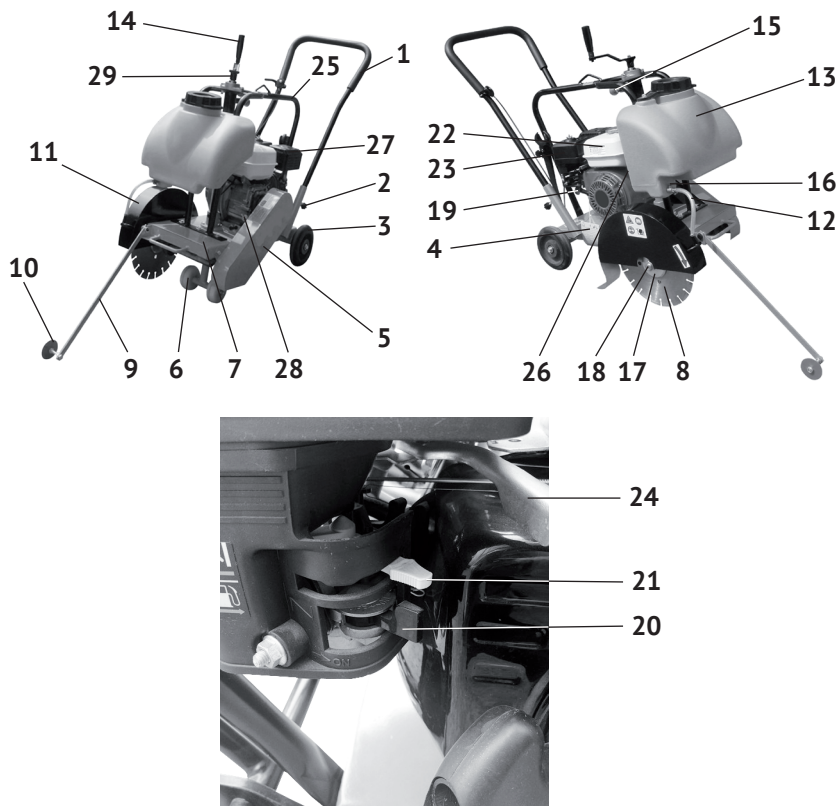

рис.1
4.1 Общий вид швонарезчика представлен на рис.1
4.2 Основные узлы швонарезчика: двигатель, опорные колёса (рис.1 поз.3), рукоятка управления (рис.1 поз.1), ось привода (шпиндель) режущего диска, кожух ремённой передачи (рис.1 поз.5), трубчатая рама (рис.1 поз.25) закреплены на цельнометаллической платформе (рис.1 поз.4). На раме крепится пластиковый бак для охлаждающей жидкости (рис.1 поз.13). Между верхней частью рамы и платформой закреплён механизм подъёма/опускания малых колёс (рис.1 поз.6), который приводится в действие рукояткой (рис.1 поз.14).
Крутящий момент с вала двигателя передаётся ремённой передачей на приводной вал рабочего диска (рис.1 поз.8). Ремённая передача закрыта металлическим кожухом (рис.1 поз.5).
На защитном кожухе (рис.1 поз.11) стрелкой указано направление вращения диска.
Переставьте рукоятку установки глубины реза (рис.1 поз.14) из транспортного в рабочее положение:
- открутить винт фиксации (рис.1 поз.29);
- снять с ходового винта рукоятку и установить её в рабочее положение (см. рис.1);
- выкрутить из направляющих на платформе болты фиксации рукоятки (рис.1 поз.2);
- вставить нижние концы рукоятки управления (рис.1 поз.1) в направляющие платформы, выставить удобную для работы высоту (на уровне талии) и зафиксировать болтами;
- установить, в удобном для работы месте, на рукоятке управления (рис.1 поз.1) рычаг управления дроссельной заслонкой (рис.1 поз.24), рассоединив, а затем скрепив два хомута винтами.
- рукояткой (рис.1 поз.14) установите режущий диск в верхнее положение
- ключом из комплекта поставки открутите гайку крепления диска (рис.1 поз.18);
- снимите прижимной фланец (рис.1 поз.17) и диск (при замене);
- обратите внимание на направление вращения, которое указано стрелкой на одной из сторон диска (оно также указано на защитном кожухе рис.1 поз.11);
Держатель (рис.1 поз.8) указателя линии реза крепится болтовым соединением на передней части платформы, слева от кожуха диска. Ведение диска (рис.1 поз.10) указателя реза по сделанной разметке на поверхности, позволяет строго выдерживать траекторию реза.
Для того, чтобы стравить избыточное давление в баке, откручивайте крышку бака (рис.1 поз.22)
- перекрыть кран (рис.1 поз.16) подачи жидкости под защитный кожух диска (рис.1 поз.11);
- очистив поверхность бака от грязи и пыли, открыть крышку бака (рис.1 поз.13);
- разблокировать рукоятку (рис.1 поз.14), вытянув из паза рычаг (рис.1 поз.15) и повернув его на 90°;
- вращением рукоятки (рис.1 поз.14) выставить на один уровень малые колёса (рис.1 поз.6) и нижний край режущего диска (рис.1 поз.8) – это нулевая глубина реза;
- вращением рукоятки (рис.1 поз.14) поднять малые колёса, выставив (по отношению к нижнему краю диска) необходимый уровень глубины реза;
- зафиксировать установленную глубину реза заблокировав рукоятку (рис.1 поз.14) рычагом (рис.1 поз.15).
- ослабить две гайки на болте, крепящем диск (рис.1 поз.10) к держателю (рис.1 поз.9);
- установить направляющий диск на одной линии с режущим диском (рис.1 поз.8) и затянуть гайки;
- смазывающе-охлаждающая жидкость (СОЖ) подается на режущий диск из бака (рис.1 поз.13);